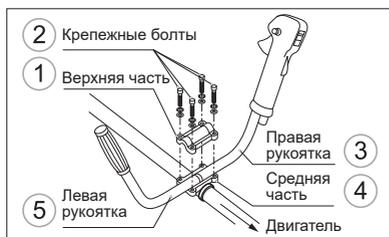

Рис. 2
1. Снимите верхнюю часть крепления рукояток (1, рис. 2), отвернув 4 винта 2 (рис. 2). Установите рукоятки управления (3 и 5, рис. 2). Правая рукоятка (3, рис. 2) оснащена органами управления двигателем, курок правой рукоятки должен быть направлен в сторону редуктора.